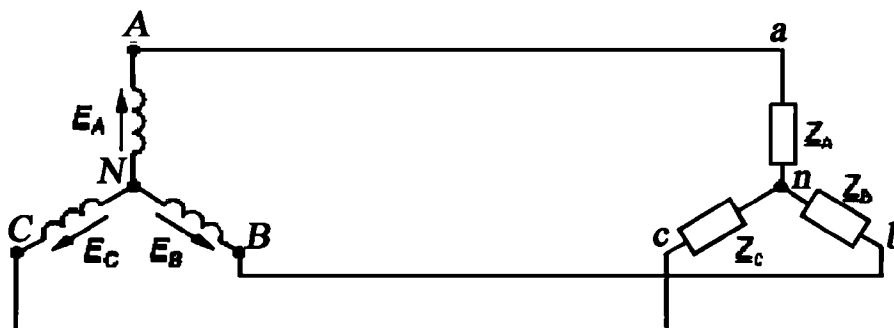

Рис. 1.27. Схема трехфазной электрической цепи без нейтрали
- 4.6. Собрать связанную трехфазную электрическую цепь без нейтрального провода по схеме на рис. 1.27.
- 4.7. Измерить линейные напряжения цепи для вариантов схемы (рис. 1.27) с симметричной и несимметричной нагрузкой. Результаты записать в таблицу 1.22.